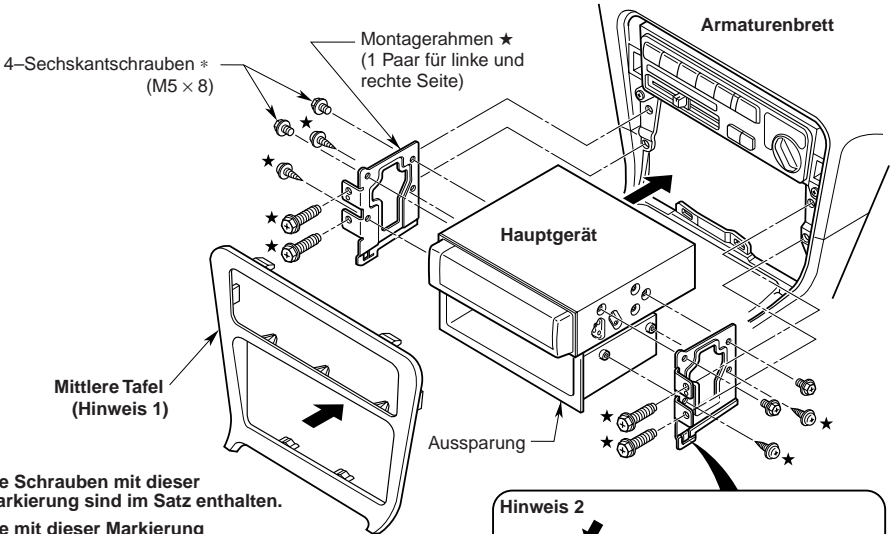

Abbildung 8
Wenn das Fahrzeug ein werkseitig eingebautes Radio besitzt, das Hauptgerät mit den Teilen und Schrauben einbauen, die mit (\*) markiert sind. (Abbildung 8)
2. Wie in Abbildung 8 gezeigt, den Montagerahmen am Chassis befestigen. Für TOYOTA und NISSAN Fahrzeuge wurden Löcher vorgebohrt; für andere Fahrzeugtypen könnten Änderungen für den Montagerahmen erforderlich sein, wie z.B. Bohren von neuen Löchern.